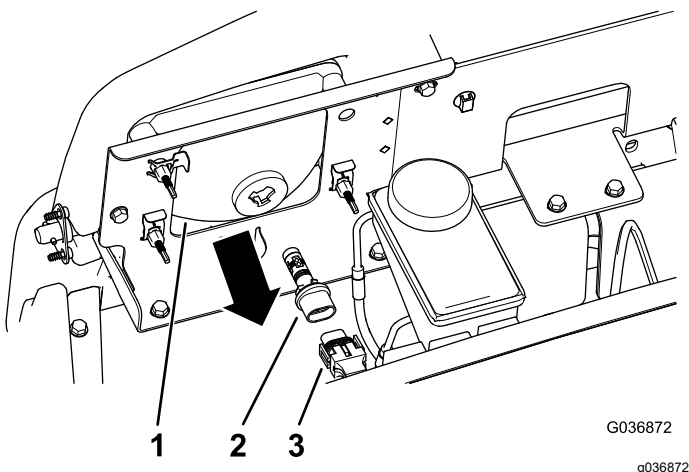

Figura 52
- Desligue o conector el trico para a cablagem do conector do conjunto da lâmpada, na parte de tr s do compartimento do farol (Figura 52).
- Rode o conjunto da lâmpada   de volta para a esquerda e mova-o para tr s, para fora do compartimento do farol (Figura 52).
- Insira o novo conjunto da lâmpada e alinhe as linguetas no conjunto da lâmpada com as ranhuras no compartimento do farol (Figura 52).
- Fixe o conjunto da lâmpada rodando-o 1/4 de volta para a direita (Figura 52).
- Ligue o conector el trico para a cablagem ao conector do novo conjunto da lâmpada (Figura 52).